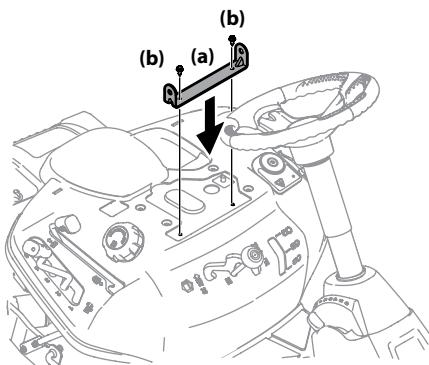

Figura 2-7
- Alinee el soporte del asiento (a) en su lugar sobre los orificios de los pernos autorroscantes (b) que extrajeron, como se indica en la Figura 2-7.